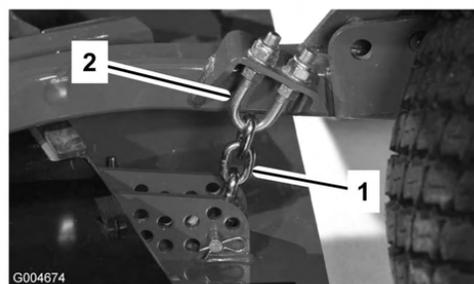

Figura 81
1. Afloje las contratuercas de la parte superior o inferior del perno en U de la cadena de altura de corte (Figura 81).